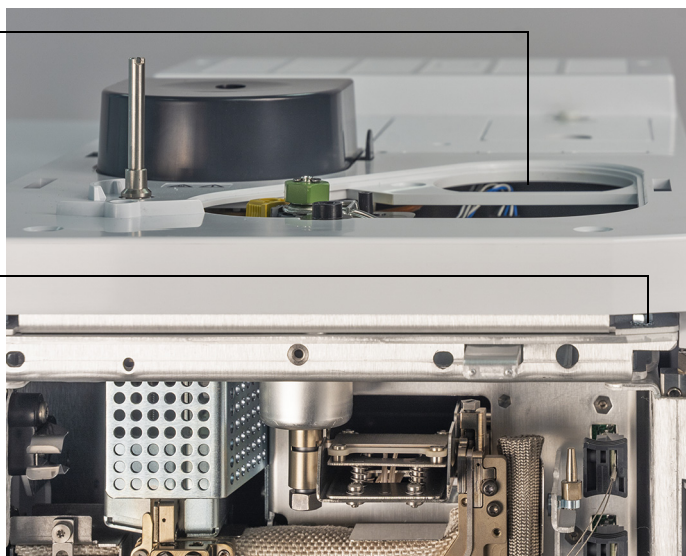

Figure 12. Couvercle de l'injecteur du GC et plaque d'accès au boulon de compression
- 6 Retirer le couvercle de l'injecteur. (Voir **Figure 12.**)